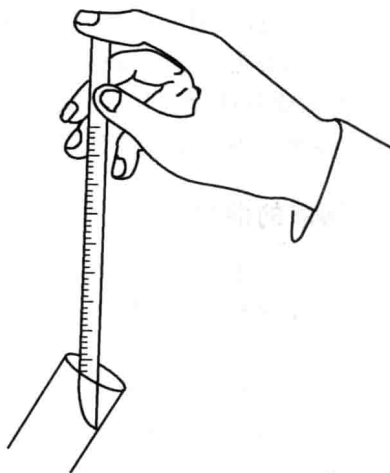

图 1-1 刻度吸管的使用
(1) 根据需要选择适合的吸管,其容量最好等于或稍大于取液量。用前需看清容量和刻度。
(2) 用右手拇指及中指(辅以无名指),拿住吸管上端,如图 1-1。
(3) 左手捏压洗耳球,将吸管伸入所取试剂液面下,将洗耳球的下端出口对准吸管上口,将液体轻轻吸上,至高于刻度线上端 1~2cm 处,迅速用示指按紧管口,使液体不会从管下口流出。
(4) 将吸管从溶液中取出后,如果是黏性较大的液体如血清,必须先用滤纸擦干净管尖外壁上的液体,然后用示指控制使液体至所需刻度。
(5) 调好刻度,要求三点一线,即视线、液体凹面、刻度线在同一水平面。
(6) 将吸好的液体移入所用容器内,将吸管尖靠在容器内壁上,松开右手示指让溶液自然流下,放液后吸管尖端残留的液体,应视所选用的吸管要求而定,需要吹的则将其吹出;如要求不吹的则让吸管尖端靠内壁停留几秒钟,同时转动吸管,重复一次。